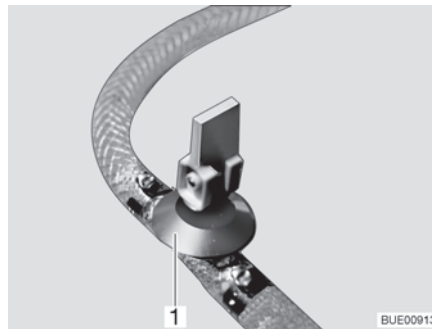

Fig. 143 Rubinetto di scarico
- Chiudere il rubinetto/i rubinetti di scarico. A questo scopo posizionare orizzontalmente la leva a bilanciere (Fig. 143,1).
- Aprire il rubinetto/i rubinetti di scarico (Fig. 143). A questo scopo posizionare verticalmente la leva a bilanciere (Fig. 143,1). Il boiler viene svuotato verso l'esterno.